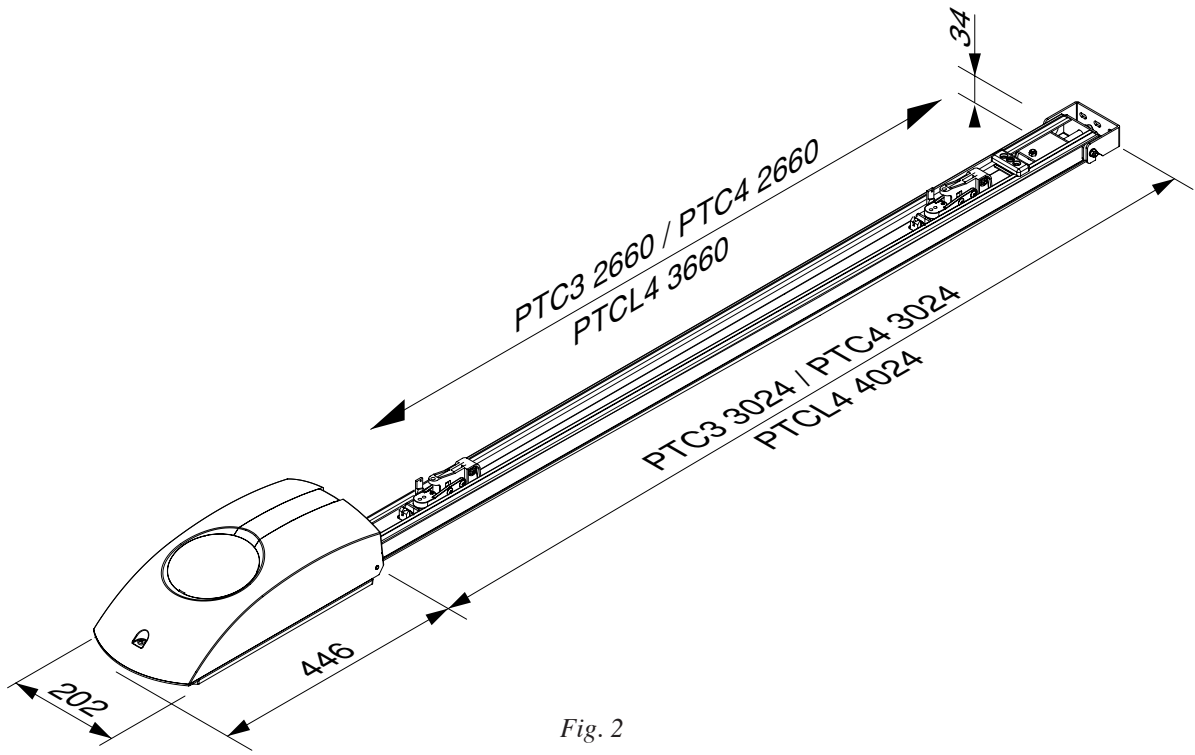

Fig. 2
**JM.3 (600Nm)** und **JM.4 (1200Nm)** die mit folgenden Schienen kombiniert werden können (Abb. 2):